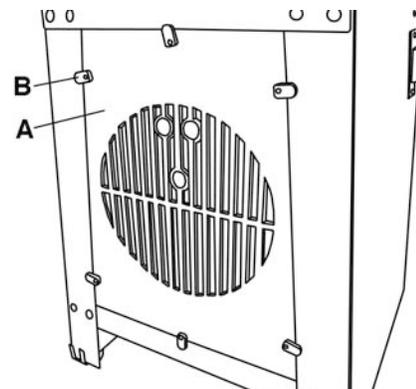

FIGURE 10
Installez les 2 plaques avant du support (A) Fig.10 au support. Assurez-vous que toutes les plaques de fixation (B) sont vissées dans les plaques avant. Placez les plaques avant à l'intérieur du support et fixez-les en tournant les plaques de fixation sur les bords du support tel qu'illustré à la Fig.10.